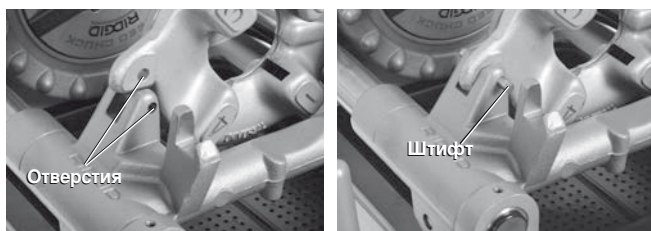

Рис. 24 — Фиксация левой резьбонарезной головки на месте
1. Вставьте штифт диаметром $\frac{5}{16}$ " длиной 2" сквозь отверстия в упоре суппорта и в левой резьбонарезной головке, чтобы зафиксировать ее на месте (см. рис. 24).